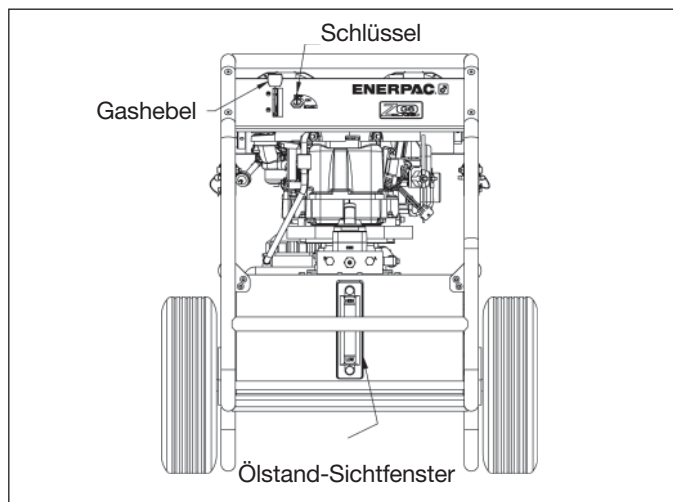

Abb. 6
- c. Senken Sie den Gashebel für maximale Leistung in die Arretierungsposition. Der Gashebel kann für den Leerlauf unter die Arretierungsposition gesenkt werden. (siehe Abb. 6).